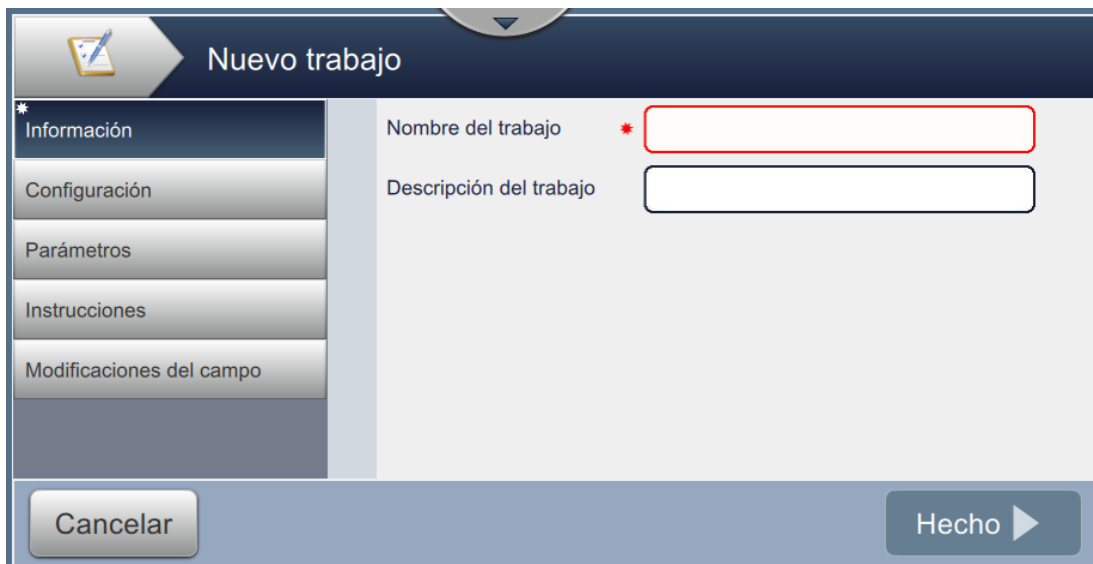

Figura 5-2: Pantalla Información
2. Pulse el botón  para crear un nuevo trabajo. Se abre la pantalla Configuración de trabajo, como se muestra en la Figura 5-2.
La pantalla Información (Figura 5-2 en la página 5-2) permite al usuario hacer lo siguiente: